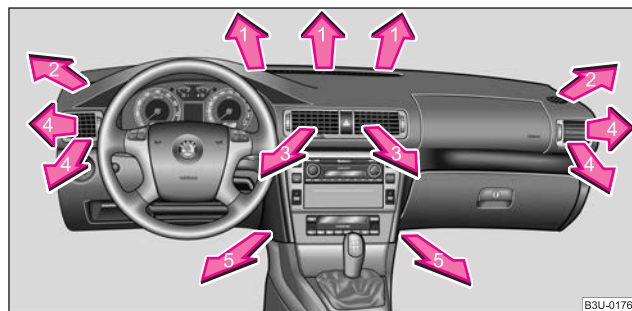
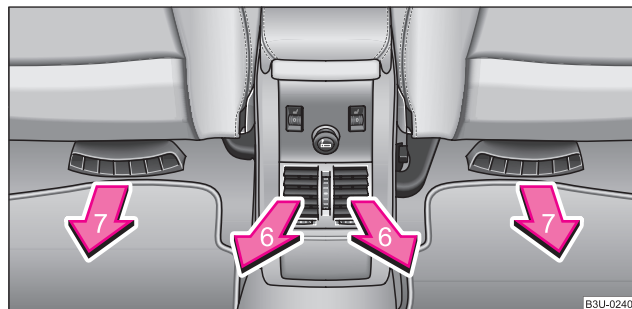

Fig. 110 Bocchette di ventilazione anteriori
Fig. 111 Bocchette di ventilazione posteriori
- Orientare le bocchette ③ e ④ ➔ pag. 98, fig. 110 verso l'alto.
Le bocchette 3 e 4 ⇒ fig. 110 e 6 ⇒ fig. 111 si possono regolare anche singolarmente.